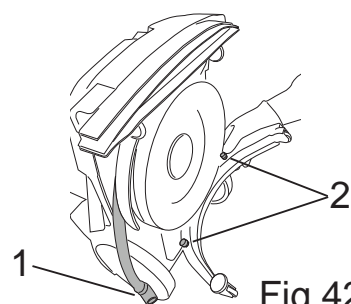

Fig.42
- Afmonter indsugningsmanifolden fra svaberen (Fig.42-Ref.1).
- Skru knopperne af (Fig.42-Ref.2).